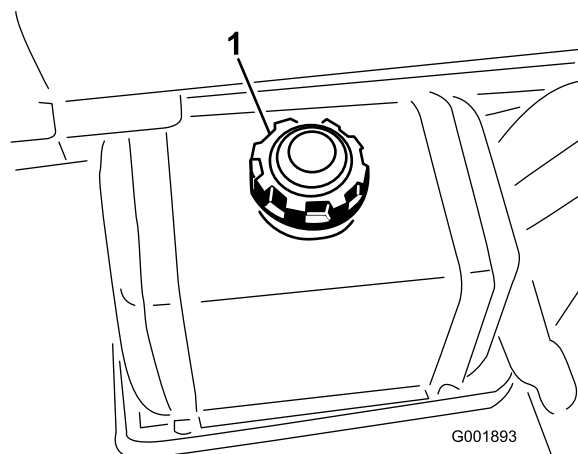

Figura 21
2. Limpe a zona em torno do tampão do depósito de combustível (Figura 21).